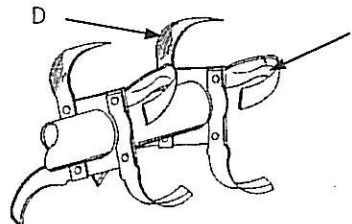

Fig. 8
Los Rotavators HR3 están equipados con CUCHILLAS HOWARD ref.: 9941/9942. En la fig. 8 se muestran la mano izquierda (X) y la mano derecha. Usar siempre sólo CUCHILLAS ORIGINALES HOWARD y TORNILLOS PARA CUCHILLAS HOWARD.
Debido al peculiar sistema de montaje, siga las instrucciones de montaje como se indica en la fig. 8 cuando reemplace las cuchillas gastadas.